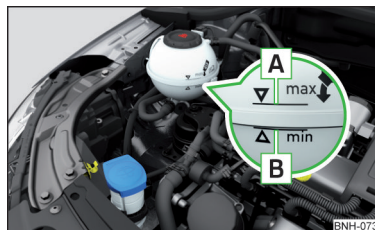

Fig. 240
**Verificar el estado del líquido refrigerante** - el líquido refrigerante tiene que estar entre las marcas **A** y **B** » fig. 240. Si el estado del líquido refrigerante está debajo de la marca **B**, rellenar el líquido refrigerante.
La **especificación** del líquido refrigerante se encuentra en el depósito de compensación del líquido refrigerante » fig. 240.
- No rellene el depósito de líquido refrigerante por encima de la marca **A** » fig. 240. El líquido refrigerante puede ser presionado por el calentamiento del sistema de refrigeración - Existe el peligro de un daño de las partes del vano motor.